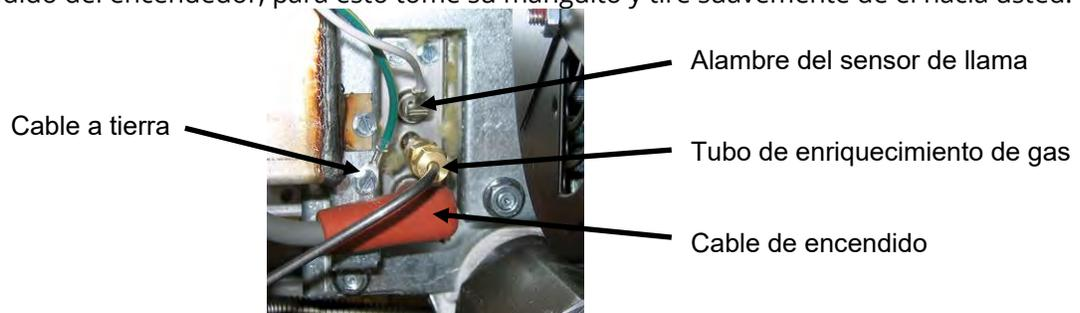

Figura 7
4. Retire el ventilador (consulte la figura 7 en la Sección 1.14.7).
2. Desconecte el cable del sensor de llama, para esto tire cuidadosamente de su terminal de presión desde la tira de terminales en el encendedor (consulte la Figura 7). Desconecte el tubo de enriquecimiento de gas en el conector de compresión del extremo del encendedor. Desconecte el cable de encendido del encendedor, para esto tome su manguito y tire suavemente de él hacia usted.